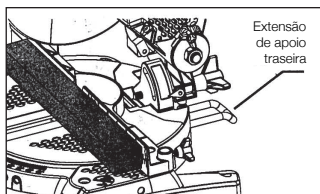

Figura 1
- a. Instale a extensão de apoio traseira. Este item evita que a serra se movimente para trás na utilização. O suporte pode ser ajustado de 23 mm a 93 mm de comprimento. **(figura 1)**